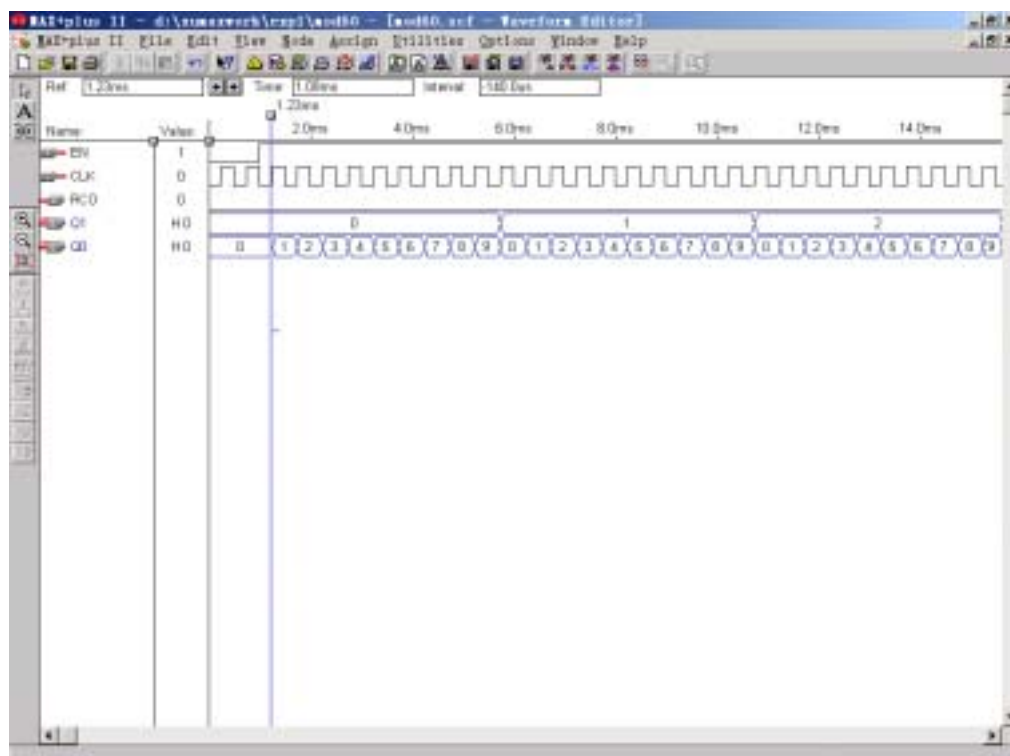

图 3.16 模拟结果（以组方式显示）
- c. 选择“OK”关闭此对话框，重复以上过程将 Q0D、Q0C、Q0B、Q0A 组成 Q0 组。所波形图如图 3.16 所示。